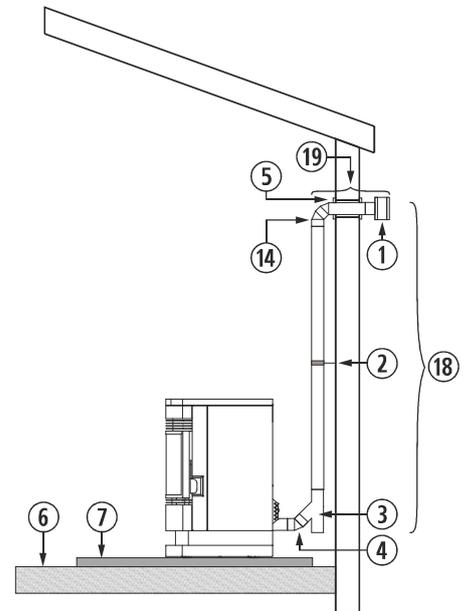

Figura 8
**4.26.** A instalação de um encastrável numa chaminé de obra pode ser feita em toda a sua totalidade em tubo flexível, tal como indicado na *figura 8*. Devemos ter especial cuidado na hora de realizar o isolamento entre a chaminé e o tubo da saída de gases para evitar possíveis retrocessos de gases em caso de tempestade.
②	Abraçadeira de união de aço inox.
③	Tê de 135° com registro.
⑥	Chão de madeira.
⑦	Protector de chão incombustível.
⑩	Tubo de aço inox flexível.
⑪	União adaptadora de flexível a rígido.
⑫	Isolante anti-retrocesso.
⑮	Mínimo 200mm.
⑯	Deve ultrapassar o teto em 1 metro.
⑰	Superior a 4m, aumentaremos uma medida.